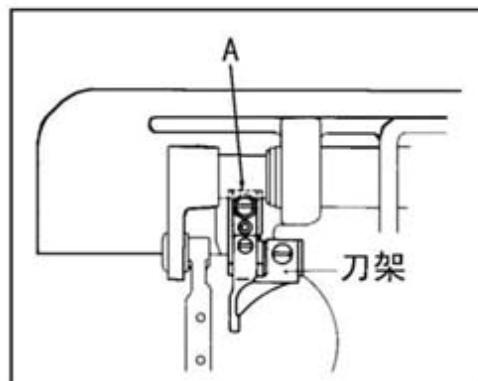

图 35
- (1) 正确位置关系如图 35 所示。
- (2) 定刀片与动刀片的位置关系应保证 0.3mm。
- (3) 可以根据图 35 进行调整定刀座或定刀片的位置。
(4) 移开旋梭定位勾，安装定刀座。